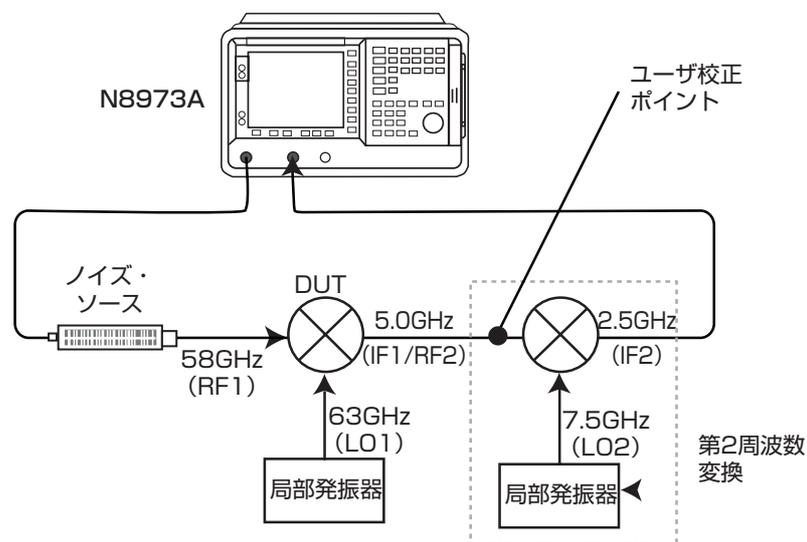

図21. ダブル変換測定用のセットアップ
15. 校正用ノイズ・ソースをユーザ校正ポイントに直接接続して(図21を参照)、NFAのユーザ校正を実行します。